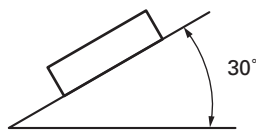

Fig. 3
- Si el ángulo de la instalación excede los 30° del lado horizontal, la unidad podría no brindar su óptimo funcionamiento. (Fig. 3)